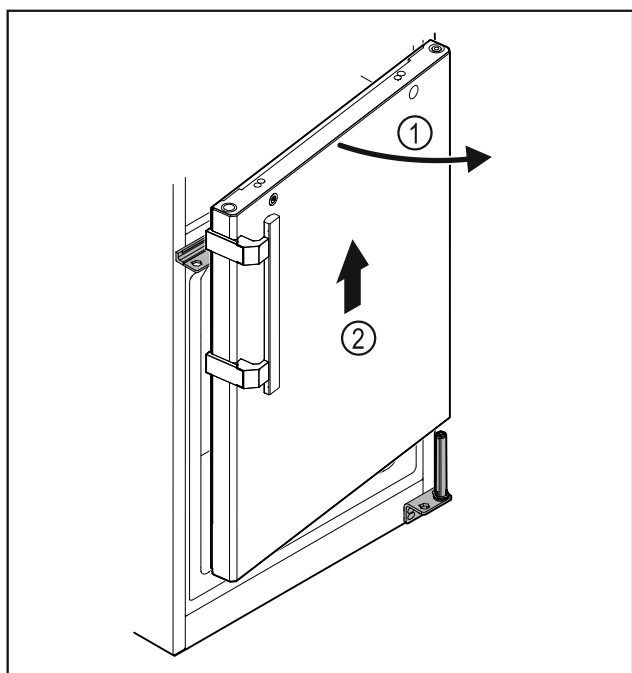

Fig. 33
- Deur Fig. 33 (1) iets openen, circa 200 mm recht omhoog tillen en verwijderen Fig. 33 (2).